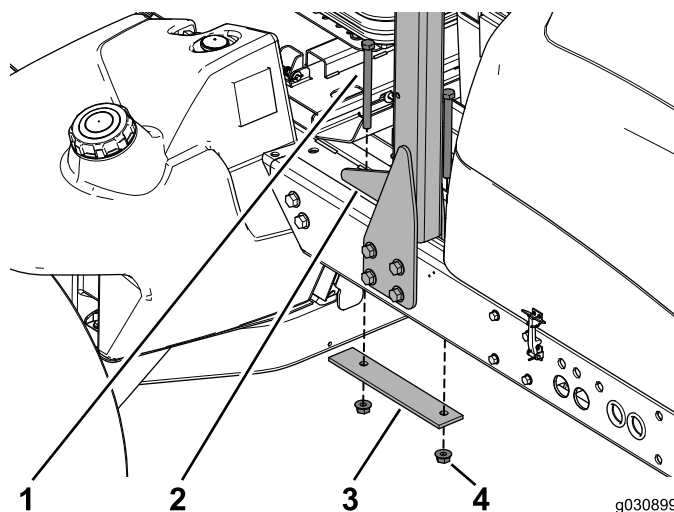

Figure 2
3. Retirez les 2 boulons, la plaque de renfort et les écrous à embase qui fixent le ROPS au sommet du cadre (Figure 2).